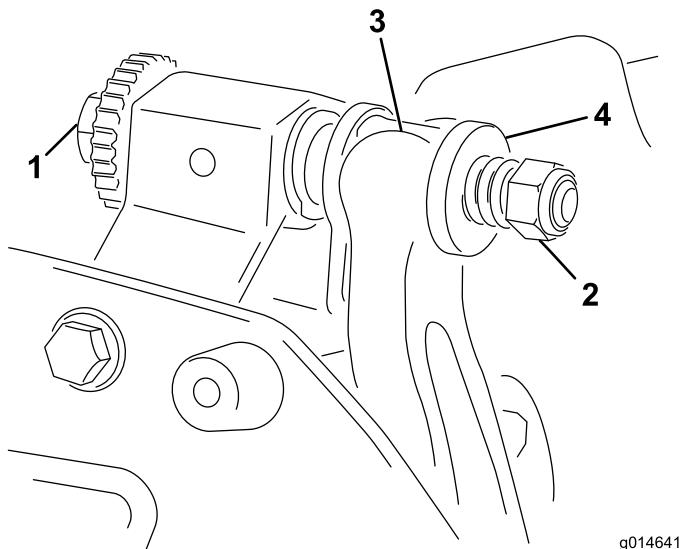

図 18
1. ベッドバー調整ねじを左に回して下刃とリールの接触を完全になくす図 18。
2. スプリングテンションナットをゆるめて、ワッシャがベッドバーを全く押さないようとする図 18。
1. ワッシャとベッドバー調整ねじとの間にベッドバーの固定用耳を入れる図 18。